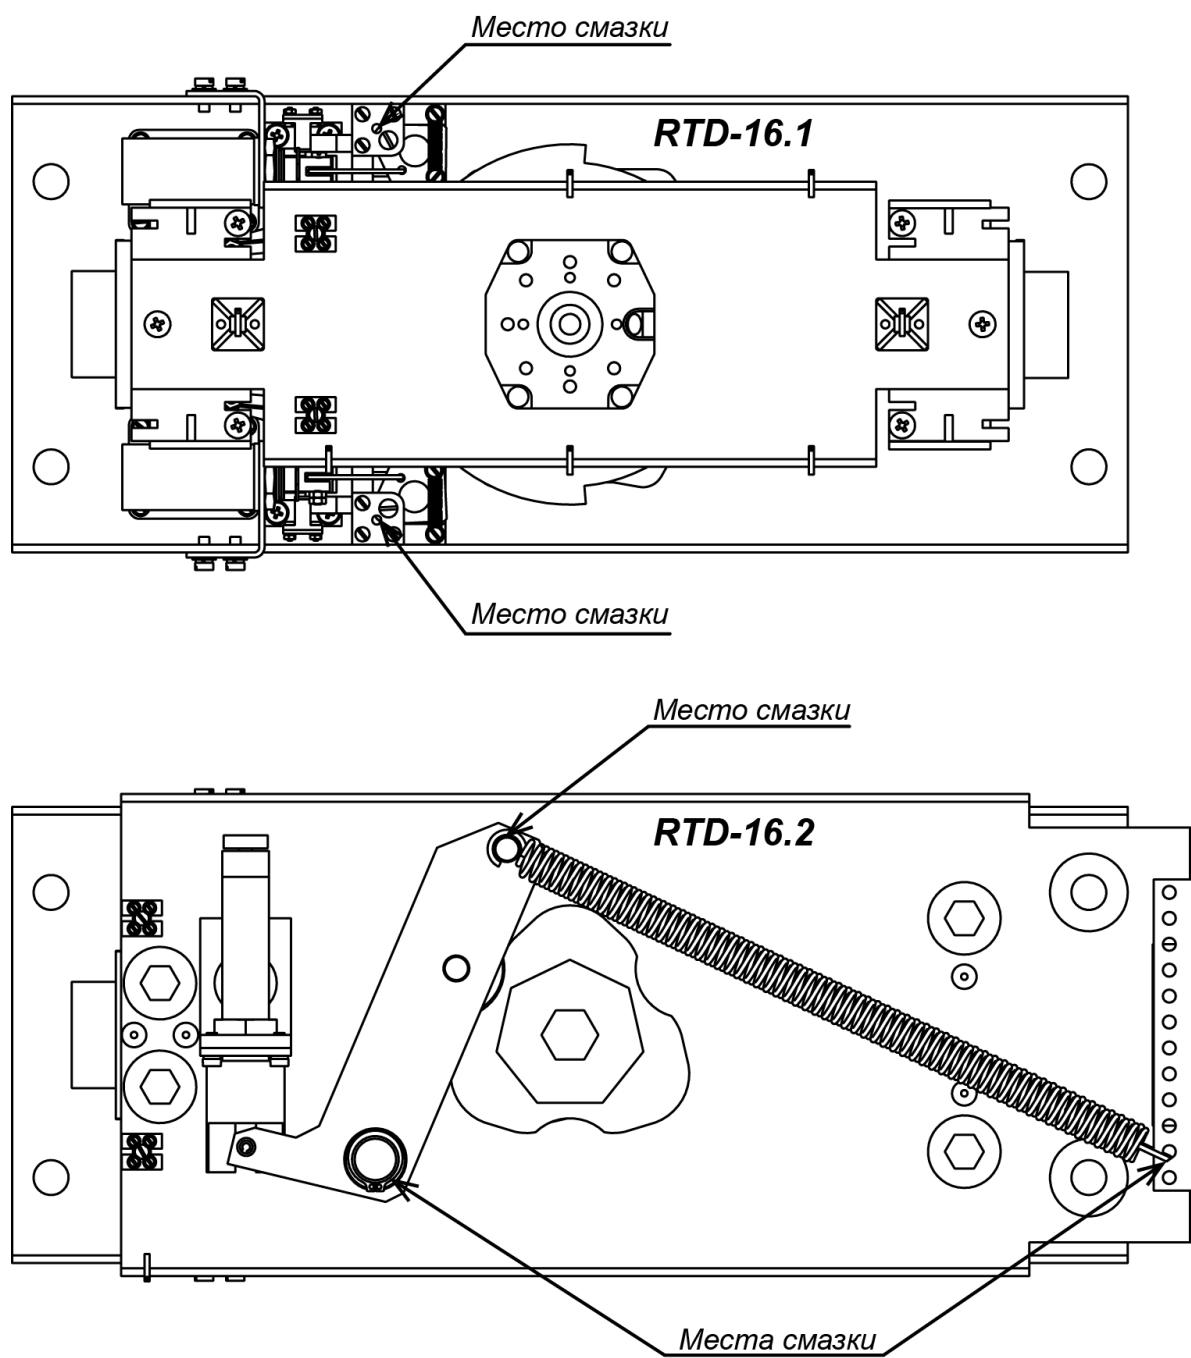

Рисунок 24. Вид сверху на исполнительный механизм, установленный в балке привода (8), с указанием мест смазки
2. Снимите крышку (9) с балки привода (8) (см. разд. 5.5).
6. Смажьте жидким машинным маслом типа И-20 детали исполнительного механизма в соответствии с рис. 24 (допускаются аэрозольные силиконовые смазки для низких температур).
10. Для обслуживания нижнего узла вращения (3) выполните демонтаж ротора (работайте вдвоем!):